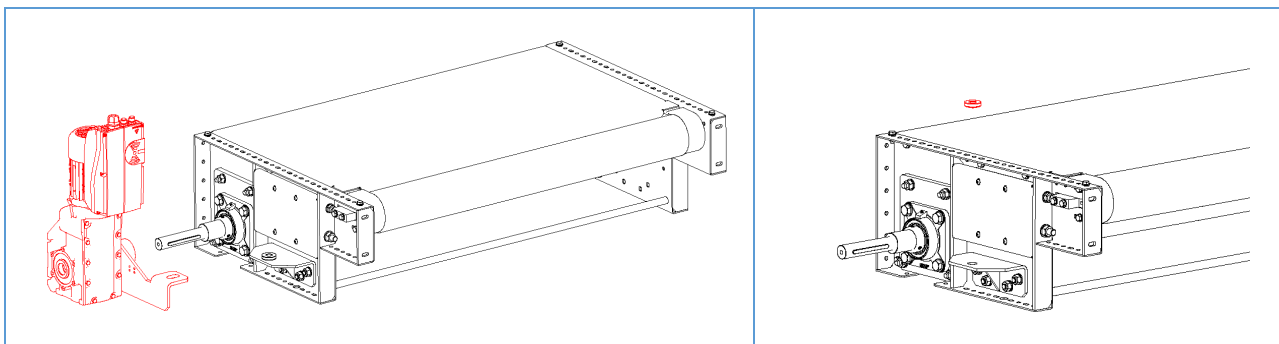

Figura 60 – Estrazione del motoriduttore e del braccio di reazione del motore
- Estrarre il motoriduttore dall'albero di trasmissione (vedere Figura 60).